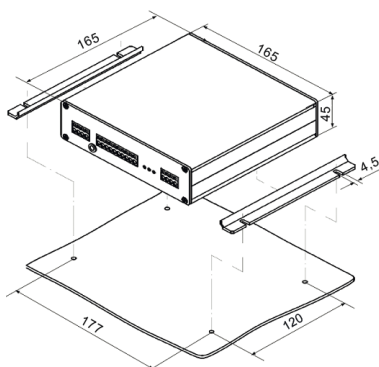
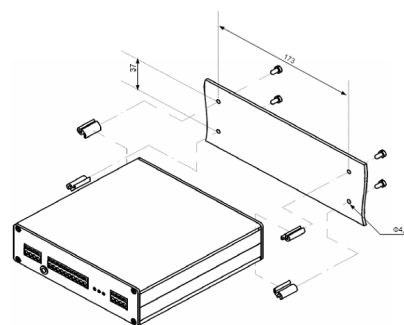

Рис. 7. Установка электронного модуля управления СМ_1501_01(4) на горизонтальной поверхности
Рис. 8. Установка электронного модуля управления СМ_1501_01(4) на вертикальной поверхности
— Рабочее положение электронного модуля управления СМ_1501_01(4) в пространстве – произвольное. Установка электронного модуля управления может производиться как на горизонтальную, так и на вертикальную поверхность (см. рис. 7 и рис. 8).